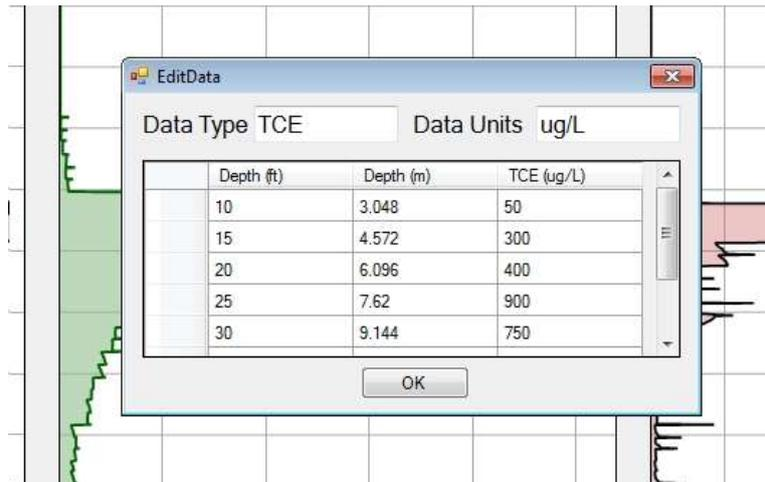

Figure 12 : Introduction des données personnalisées dans le logiciel.
4. Sélectionnez la série de données souhaitée ou sélectionnez *Add* pour la fenêtre d'édition *EditData* (Figure 12).
5. Entrez les données ainsi que les unités associées aux données personnalisées. Entrez ensuite la profondeur soit en pieds (ft) ou en mètres (m) (quelle que soit l'unité entrée, l'autre sera calculée) ainsi que la quantité ou la concentration associée à cette donnée (Figure 12). Sélectionnez *OK*.